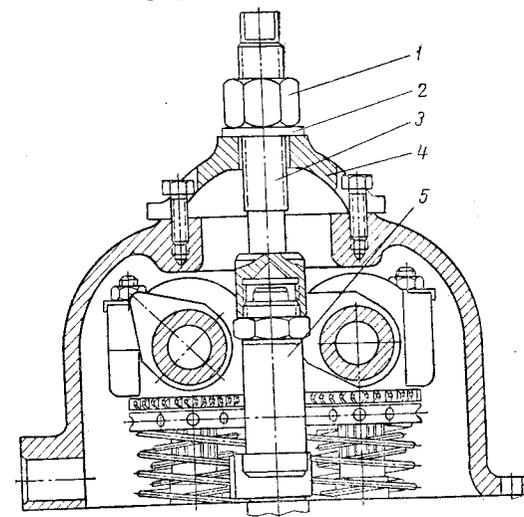

Рис. 98. Снятие форсунки приспособлением:
- 4) отверните специальным ключом гайки крепления форсунки и, оттянув трубопровод высокого давления, снимите форсунку приспособлением (рис. 98), устанавливаемым на крышку головки блока;